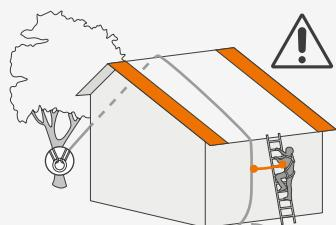

Fig. 2
- **in the absence of a lifeline**, creating anchor points to reach the apex of the roof (e.g. use of a natural anchor, Fig. 2);
• **Si no hay línea de seguridad**, creando puntos de anclaje para llegar al vértice de la cubierta (Ej. utilizando un anclaje natural Fig. 2);